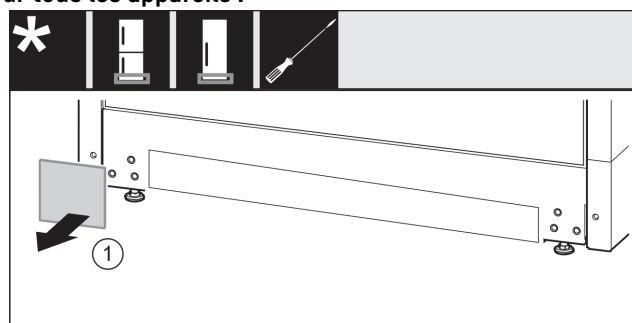

Fig. 30
- Retirer le cache Fig. 30 (1).